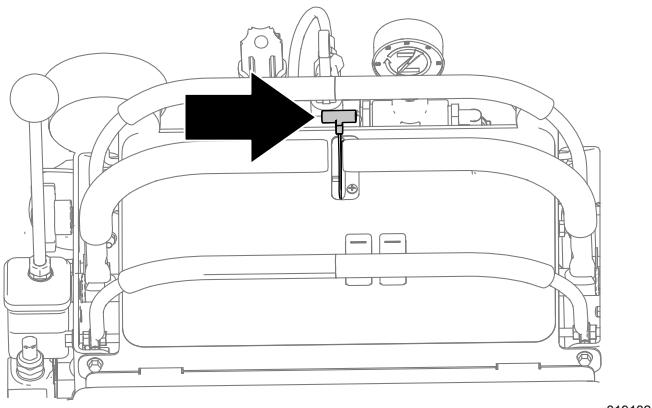

Bild 15
2. Bewegen Sie die Gasbedienung von der Position LANGSAM ca. 1/2 nach oben (**Bild 15**).